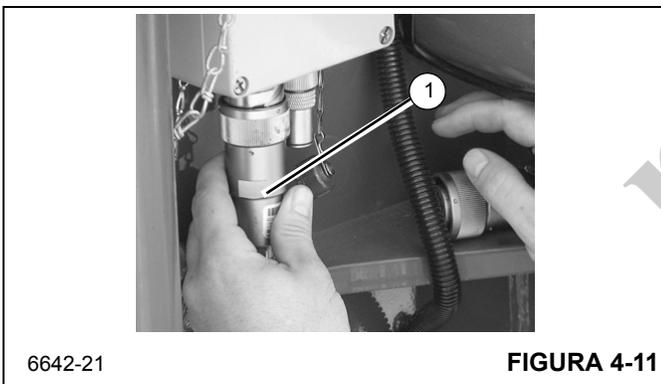

FIGURA 4-11
- a. Remover o conector (1, Figura 4-11) da caixa de ligação na extremidade da lança.